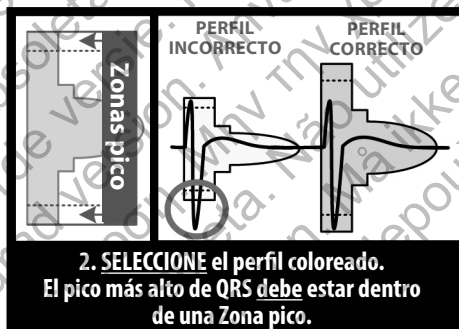

Figura 3: Selección del perfil coloreado
1. **Selección** el perfil coloreado de la herramienta de seguimiento del paciente que mejor coincida con la amplitud del QRS (Figura 3). Para las señales bifásicas, se debe usar el pico más grande para determinar el perfil coloreado adecuado. El pico de QRS debe encontrarse dentro de la ventana limitada por la línea de puntos y el pico del perfil coloreado.